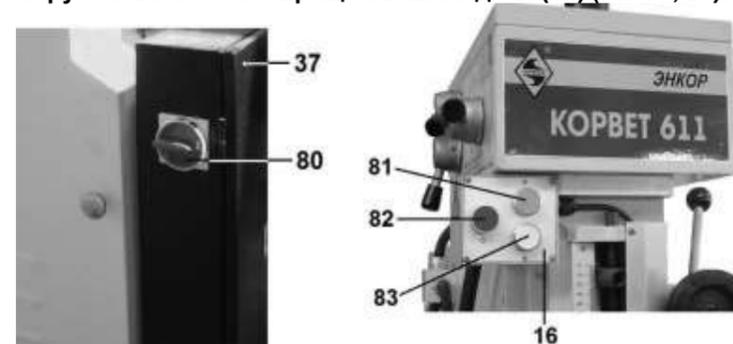
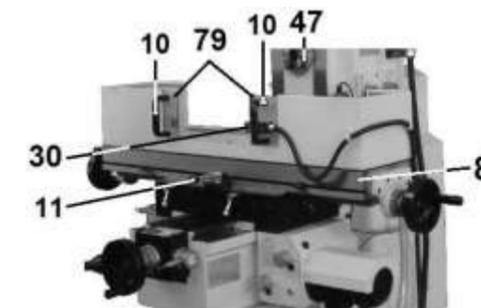

Рис. 26
Рис. 27
10.1.1. Для включения станка необходимо на шнуре питания станка (35) смонтировать соответствующую электрическую вилку, п. 5.1.1. Перед тем как подключить электрическую вилку станка к питающей розетке, проверьте и при необходимости переведите переключатель (80) на электрораспределительном щитке (37) в положение **ВЫКЛ (O) (OFF)** (Рис. 26). Закройте защитные экраны (79), для чего сомкните ручки (10) до срабатывания концевого выключателя (30) (Рис. 27).
10.1.2. Проверьте и при необходимости переведите в среднее положение ручку автоматической подачи стола (11) рабочего стола (8) (Рис. 27).
10.2.1. Для включения вращения вертикального шпинделя (13), поверните против часовой стрелки ручку (21) штурвала до срабатывания концевого выключателя. Зафиксируйте положение пинולי (15) зажимным винтом (45) (Рис. 3, 4), после чего нажмите на щитке выключателей вертикального шпинделя (16) на зелёную кнопку (81). Для включения вращения шпинделя нажмите красную кнопку (82). Для включения реверсивного вращения вертикального шпинделя (13) нажмите на белую кнопку (83). Символы направления вращения вертикального шпинделя (13) обозначены на лицевой панели щитка выключателей (16) (Рис. 26).
10.3. Включение горизонтального шпинделя (Рис. 27, 29)